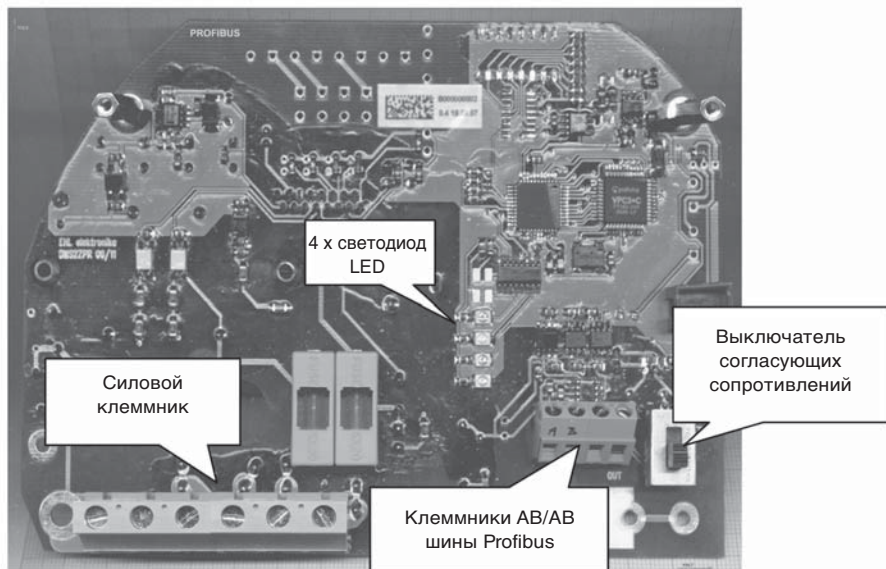

Рис.1 Плата управления DMS2.ZPA
Светодиоды индикации доступны после снятия защитной панели в коробке клеммников (см. Рис. 1). Для анализа неисправности они не являются крайне необходимыми – состояние диодов PROFIBUS ERR и CAN ERR соответствует ошибкам Fieldbus активность (27) и Fieldbus (25), которые системой отображаются на дисплее или в сервисной программе в персональном компьютере.